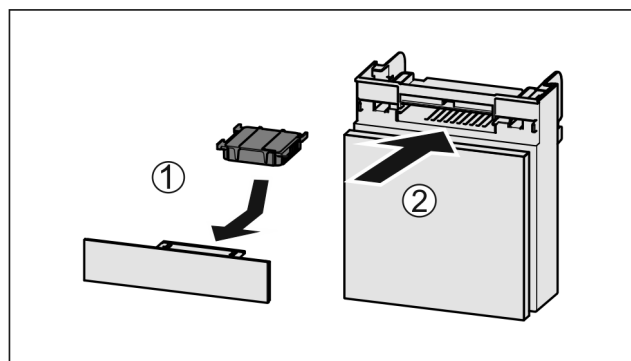

Fig. 35
- Inserte Fig. 35 (1) el filtro de carbón activado según se indica en la ilustración.
- Inserte Fig. 35 (2) el compartimiento.